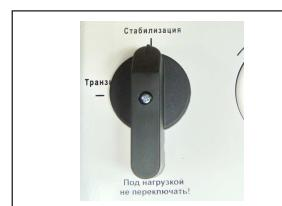

Рис. 5. Переключатель режима работы
**Переключатель режима работы (рис.5)** «Стаби-лизация»-«Транзит» служит для установления режима работы. Изменять положение переклю-чателя можно только при выключенном автома-тическом выключателе, который находится на лицевой панели стабилизатора.